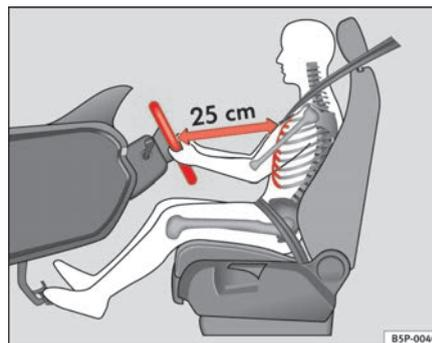

Fig. 133 Position de conduite correcte
- Réglez le volant jusqu'à ce que vous obteniez la position souhaitée ⇒ fig. 133.
- Réglez le siège du conducteur ou le volant de sorte que la distance entre celui-ci et votre thorax soit au moins de 25 cm → page 169, fig. 133. Si vous ne respectez pas cette distance minimale, le système d'airbags est dans l'incapacité de vous protéger – danger de mort !